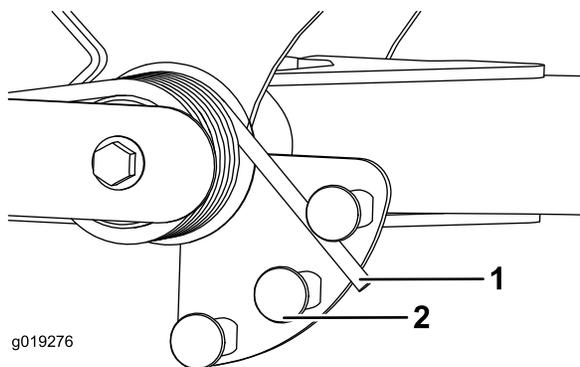

Figure 30
- Faites passer un tube ou objet similaire sur l'extrémité longue du ressort puis faites-le pivoter autour de l'actionneur jusqu'à la position voulue (Figure 30).